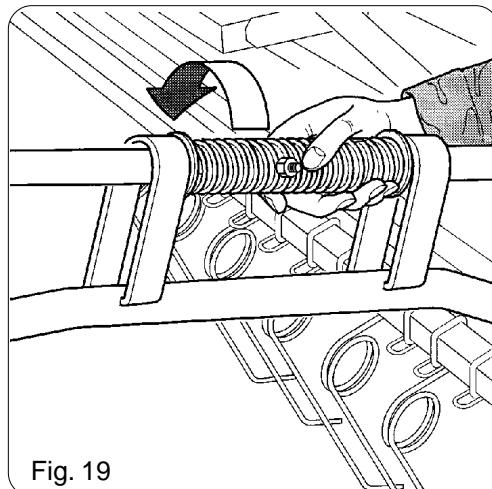
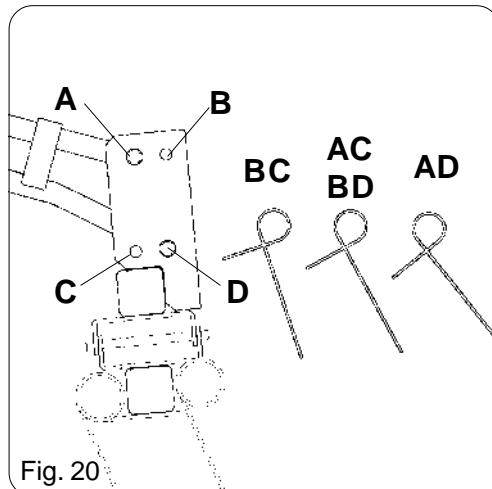

Fig. 19
Fig. 20
La pressione di lavoro dei denti a molle dell'erpice copriseme può essere variata mediante la rotazione della molla posta sul braccio parallelo superiore (Fig. 19). Spostando la posizione dei perni dei bracci sui quattro fori, si varia l'angolo di incidenza dei denti a molla (Fig. 20).
The working pressure of the spring teeth of the seed-covering harrow may be varied by rotating the spring on the upper parallel arm (Fig. 19).
1) When the arm pins on the four holes are shifted, the clearance angle of the spring teeth varies (Fig. 20).
Le pression de travail des dents à ressorts de la herse couvre-graines peut être modifiée à l'aide de la rotation du ressort qui se trouve sur le bras parallèle supérieur (Fig. 19). En déplaçant la position des pivots des bras sur les quatre trous, on varie l'angle d'incidence des dents à ressort (Fig.20).
La presión de trabajo de los dientes de muelle de la grada cubresemillas puede variarse girando el muelle colocado sobre el brazo paralelo superior (fig. 19). Moviendo la posición de los pernos de los brazos sobre los cuatro agujeros, se varía el ángulo de incidencia de los 4 dientes de resorte (Fig.20).